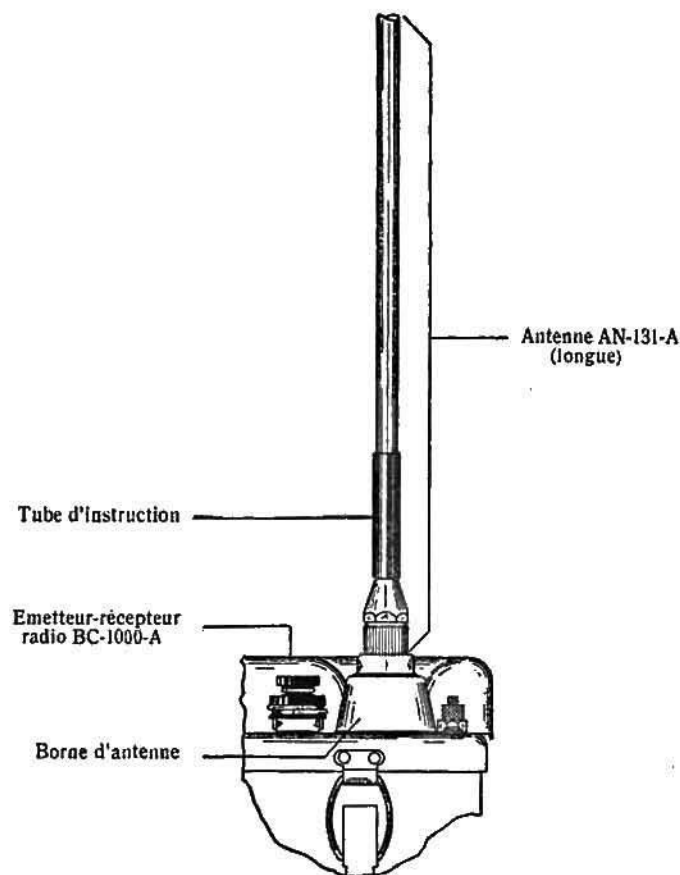

Fig. 7. — Antenne AN-131-A. — Détails d'installation.
L'antenne « AN-131-A » est une antenne légère, flexible, effilée, qui se compose de huit sections et est longue de 32 cm. 5 quand elle est assemblée. Les huit sections sont maintenues ensemble à l'aide d'un câble d'acier, souple et inoxydable, qui passe dans toute la longueur de l'antenne et est maintenu sous tension par un ressort. Ce câble élimine la possibilité de perdre une section et permet l'assemblage rapide de l'antenne. Une douille filetée qui existe à la base de l'antenne permet d'attacher celle-ci à la borne-antenne du poste. La borne *Ground for short antenna* ne s'emploie pas avec l'antenne « AN-131-A », aucun circuit d'adaptation d'antenne n'étant requis (voir fig. 7). L'antenne « AN-131-A » n'est prévue que pour l'emploi dans des zones dégagées d'obstacles.
- b) Antenne « AN-131-A ». — C'est une antenne à huit sections, qui se replie quand l'antenne n'est pas employée. Empoigner la section du dessous, la plus grande et dégager les autres sections. Puis secouer doucement l'antenne quelques fois. Ceci permettra, au ressort de tension situé dans la section du dessous, de serrer ensemble toutes les sections grâce au câble qui court à travers toute la longueur de l'antenne. Visser l'antenne ainsi assemblée dans la borne d'antenne située près du coin inférieur droit du panneau avant du poste (voir fig. 7). Environ cinq tours sont nécessaires pour visser l'antenne dans la borne; *ne pas forcer*.